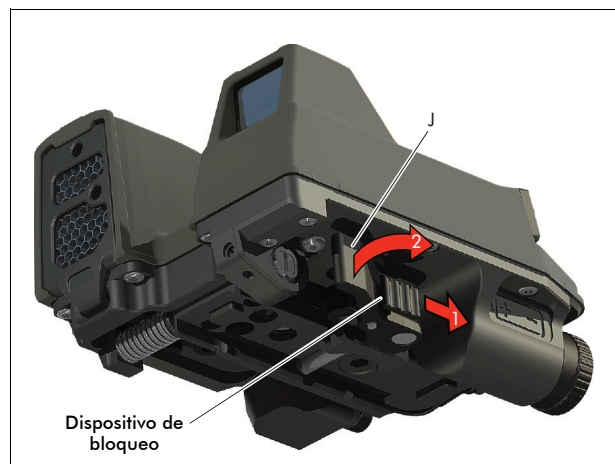

Fig. 3.a - Apertura de la palanca (J)
- Desplace el dispositivo de bloqueo hacia atrás para liberar la palanca (J) (vea Fig. 3.a).
- Abra la palanca (J) (consulte Fig. 3.a).
- Coloque la FN® FCU Mk3 en el riel superior del fusil (el saliente de la FN® FCU Mk3 entre los salientes 3 y 4 del riel superior) (consulte Fig. 3.b).
- Cierre la palanca (J) para bloquear la FN® FCU Mk3 en el riel. Asegúrese de que la pieza de agarre (H) se encuentra en posición correcta (consulte Fig. 3.b).
- Desplace el dispositivo de bloqueo hacia delante para fijar la palanca (J) en posición.